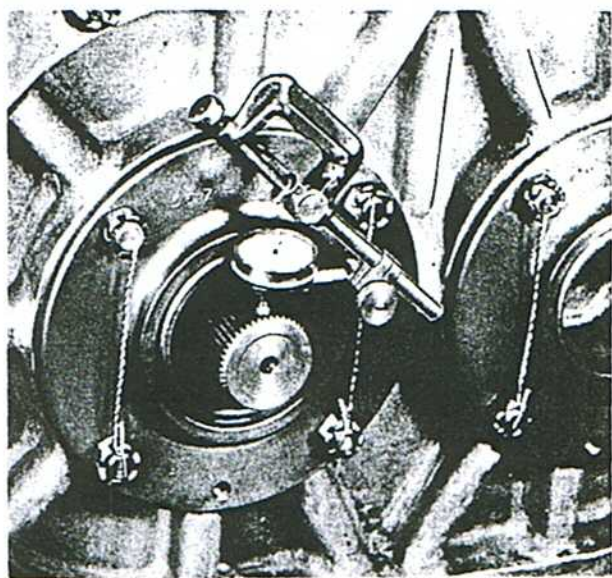

Fig. 38 – Comprobación de la excentricidad del eje flotante.
5. Después de montado el eje flotante, comprobar la excentricidad de la zona estriada, como se indica en la fig. 38. La excentricidad de la zona estriada no debe exceder de 0,635 mm (0,025") de la lectura total del comparador.